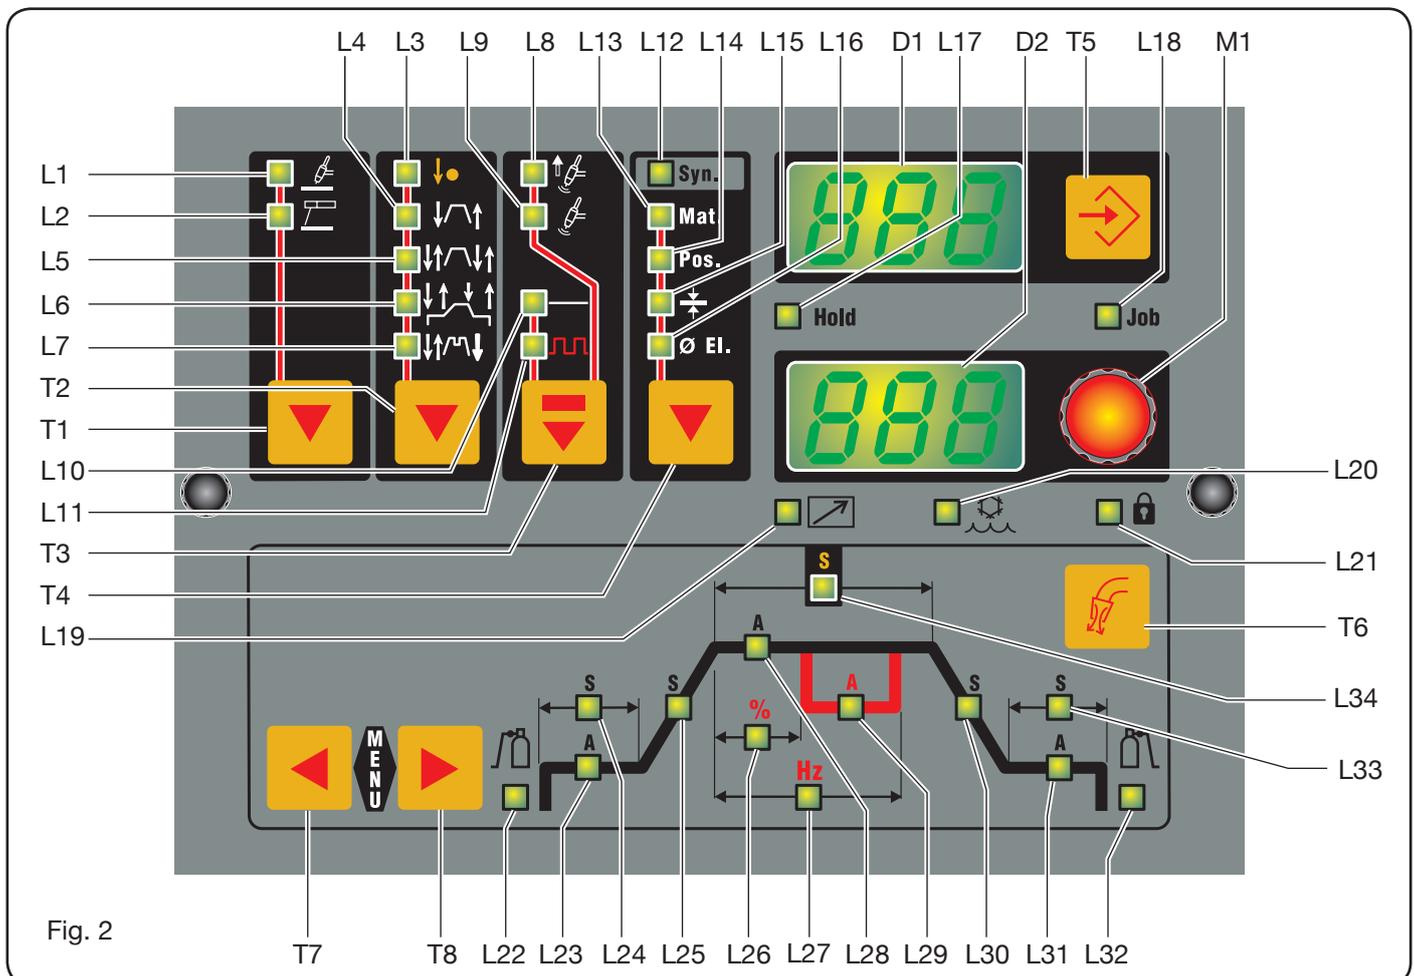

Fig. 2
3.3 BESKRIVNING AV KONTROLLPANEL (fig. 2)